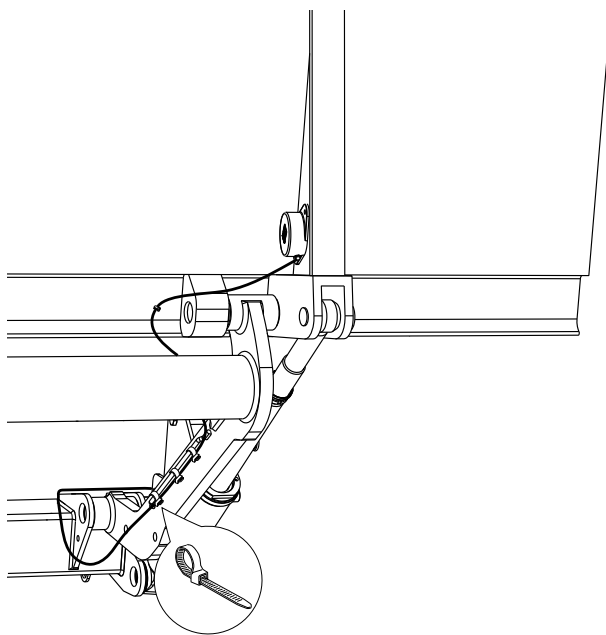

Bild 8. Montering av kablage
1. Dra kabeln/kablarna längs lyftarmen och stommen och fäst med buntband, se Bild 8.